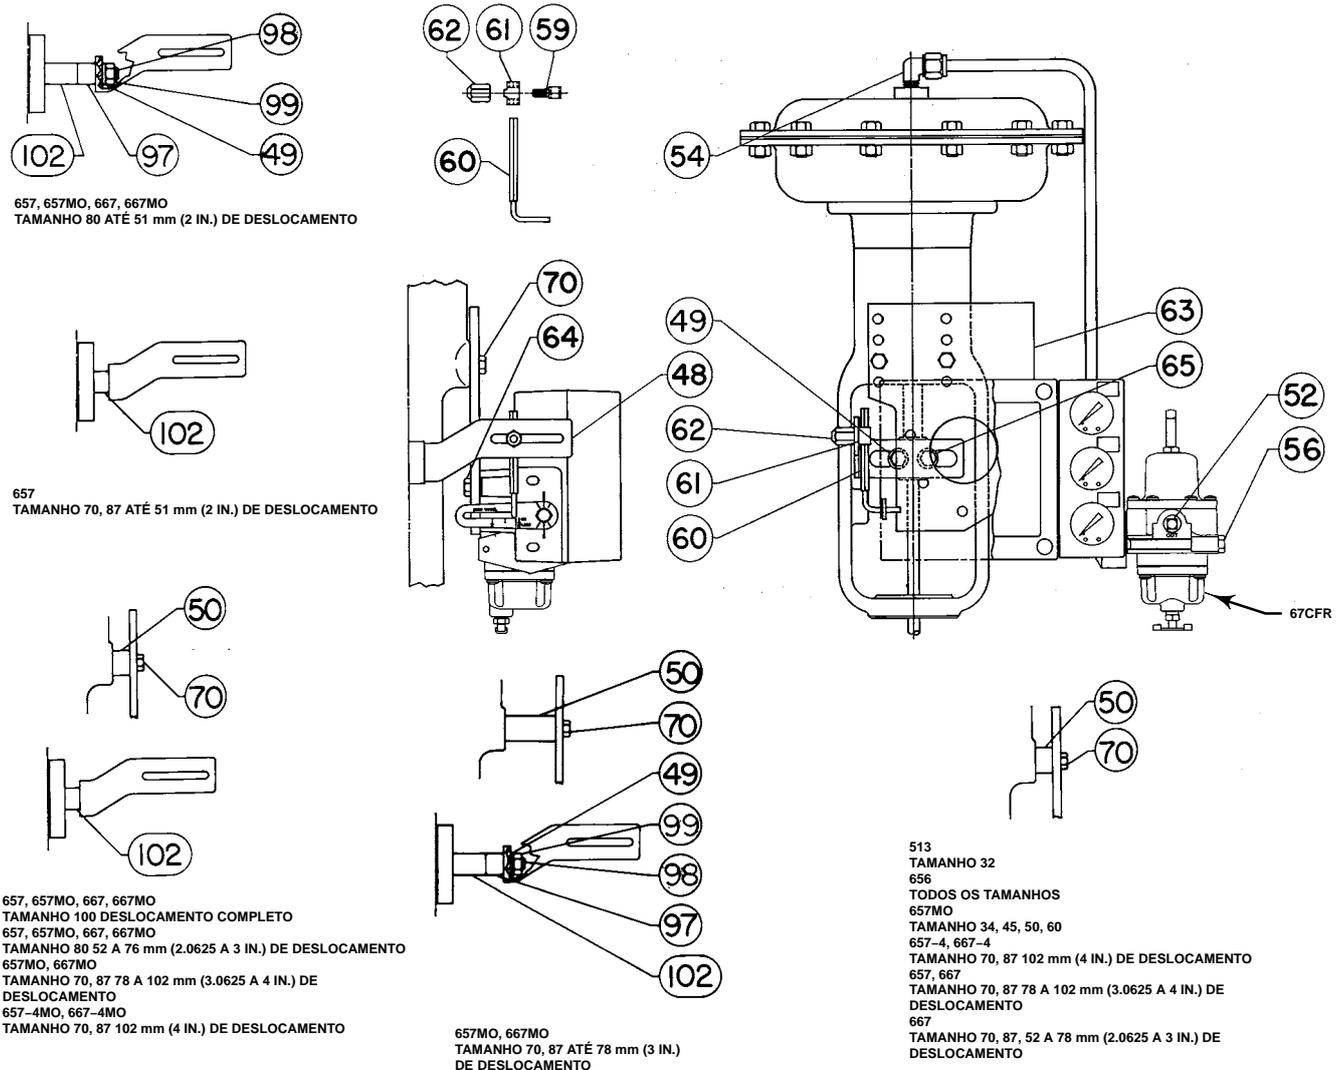

Figura 2. Conjunto de Montagem
Os números usados neste procedimento são mostrados na figura 2 excepto onde indicado.
1. A figura 2 mostra várias peças de montagem necessárias para a montagem dos actuadores Fisher. As peças de montagem para os actuadores que requerem espaçadores têm os espaçadores incluídos (número 50) Os actuadores 657 e 667, tamanhos 70 a 100, com ou sem um volante montado lateralmente, usam espaçadores (números 97 e 102) entre o conector de haste e o braço do conector (número 48). Em todos os outros actuadores que usam espaçadores, coloque os espaçadores (número 50) entre a placa de montagem (número 63) e a bossa de montagem do actuador.